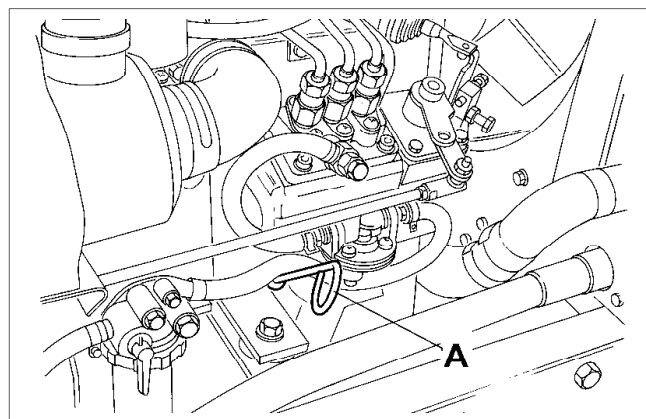

Fig.16
- (b) Revisar siempre el nivel de aceite con la varilla (A Fig. 16) y comprobar que el vehículo está en una superficie nivelada al realizar esta operación. Capacidad 3,2 litros.